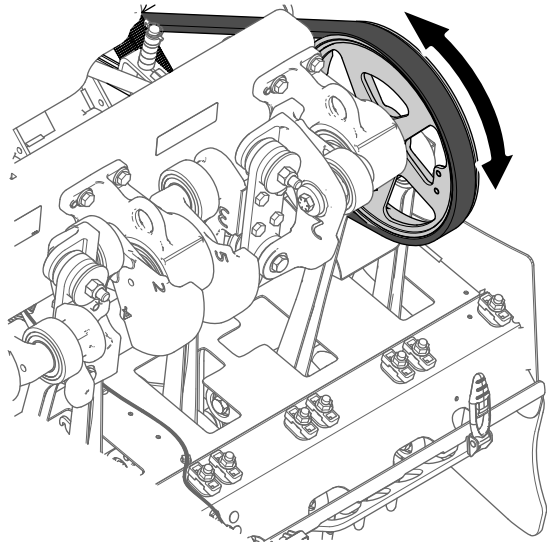
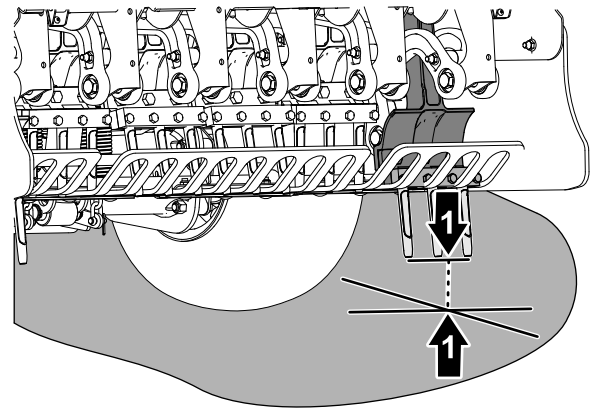

図 63
図 64
4. コアリングヘッドのプーリー 図 63 を回転させて、一番外側のタイヤが地表面に最も近付いた状態にする 図 64。